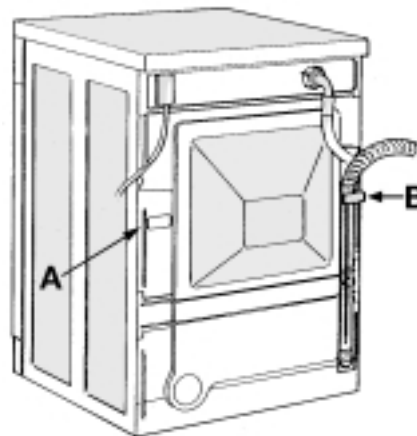

Fig. 1
- 1. Allentare il tubo flessibile di scarico soltanto dal fissaggio sinistro, (vedere freccia A in Fig. 1). Non allentare il fissaggio destro del tubo flessibile di scarico, (vedere freccia B in Fig. 1 altrimenti può fuoriuscire acqua (pericolo di scottature).